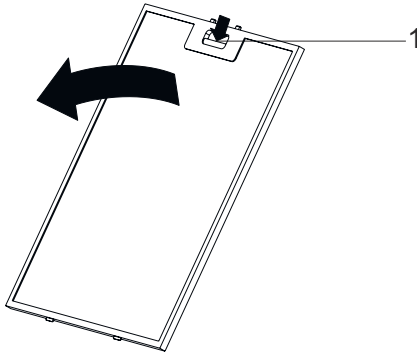

Fig. 8
- Appuyez sur la languette du filtre en aluminium (1) et tirez le filtre en aluminium dans le sens de la flèche (Fig. 8).